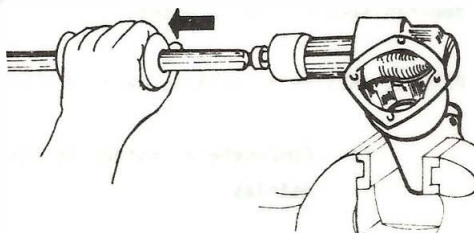

Fig. 9
PASO 4: Retire las cubetas (pistas) y los rodamientos de la caja del sin fin (fig. 9).